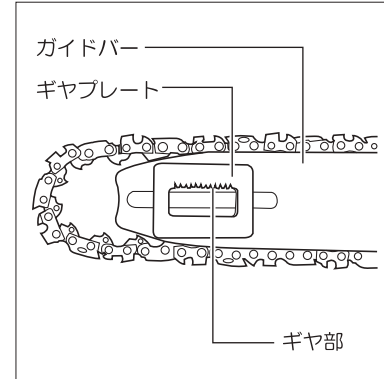

図10
- ☑ガイドバーにソーチェーンの張り調整用のギャブプレートが付いています。ギャブ部を上にしてガイドバーの表側にしてください。(図10参照)